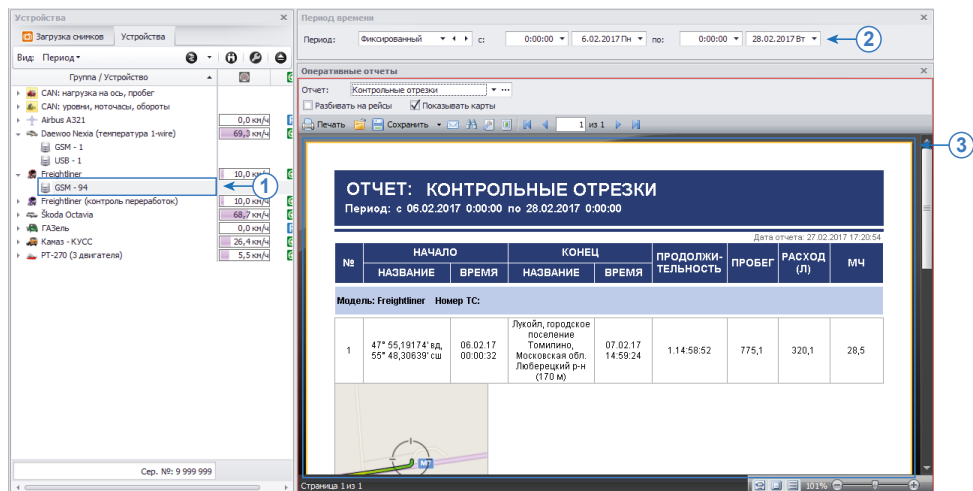

Рис.13. Построение оперативного отчета.
- перейти в Селектор устройств и выбрать данные для просмотра (**Рис.13, п.1**). Если в модуле включен вид «Файлы», необходимо выбрать недельный файл с данными. Если в модуле включен вид «Период», необходимо выбрать источник данных для просмотра;
- если в Селекторе устройств был выбран вид «Период», необходимо перейти в Селектор периода времени и задать нужный период просмотра данных (**Рис.13, п.2**);
- при выборе данных для просмотра программа автоматически формирует отчет выбранного типа и отображает на панели «Оперативные отчеты» (**Рис.13, п.3**). При изменении периода просмотра или выбора другого файла с данными, программа построит новый отчет и отобразит на панели. Далее построенный отчет может быть распечатан или экспортирован во внешний файл из программы «АвтоГРАФ 5 ПРО.